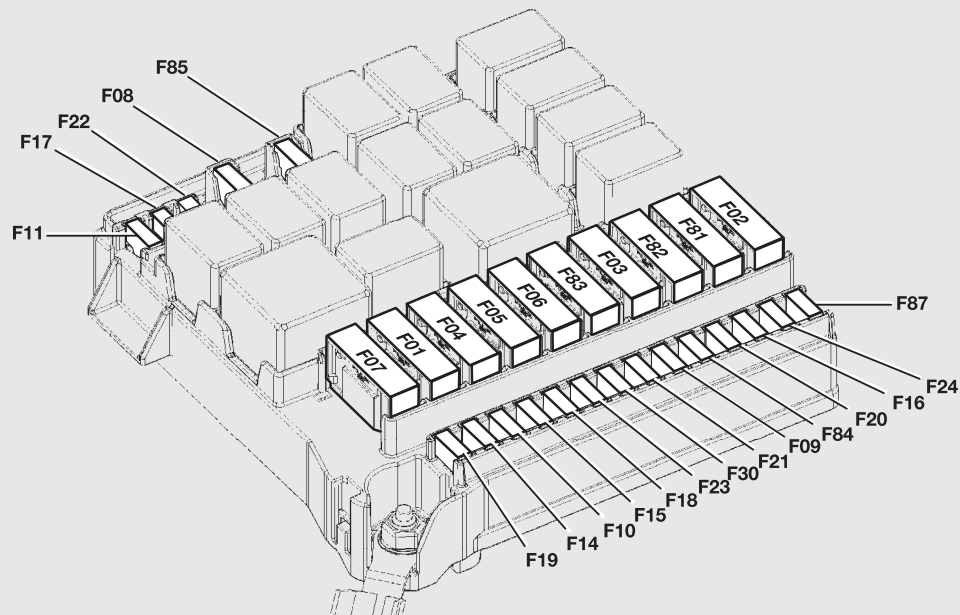

fig. 171
- ❑ risulta in tal modo accessibile la centralina fusibili fig. 171.
**DISPOSITIVO PROTETTO - fig. 171**